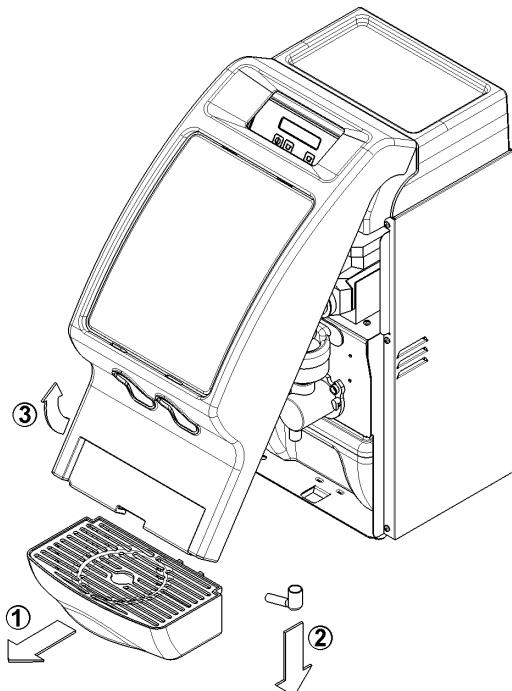

figura 1
- Rimuovere il cassetto reccogligocce (1), i beccucci di erogazione del prodotto (2) e quindi la copertura anteriore del
distributore (3) (vedere figura 1).
6 Rimontare la copertura anteriore, i beccucci di erogazione ed il cassetto raccogligocce con sequenza inversa a quella descritta in precedenza (vedere figura 1).